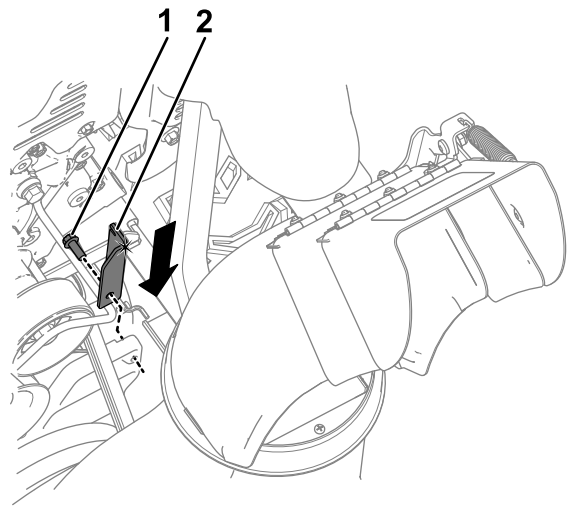

**Figura 3**
4. Remova a placa de tração existente da placa de roda de fricção removendo o parafuso que a prende no sítio (Figura 3).